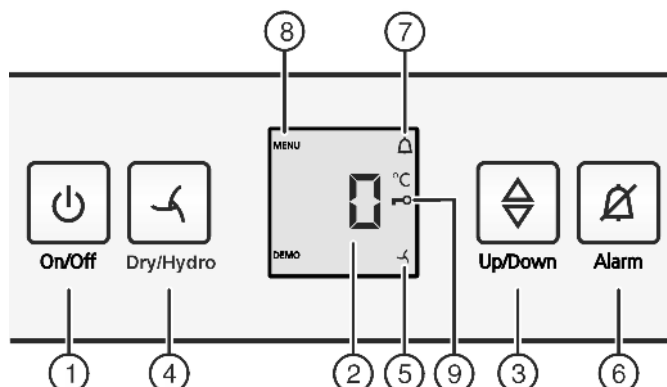

Fig. 2
- ▶ Taste On/Off Fig. 2 (1) drücken.
- ▶ Einstellmodus aktivieren: Taste Dry/Hydro Fig. 2 (4) ca. 6 s drücken.
- ▷ Das Symbol Menu Fig. 2 (8) leuchtet.
- ▶ Die Taste Dry/Hydro Fig. 2 (4) kurz drücken, um zu bestätigen.
- ▶ Zum Einschalten der Kindersicherung Taste Dry/Hydro Fig. 2 (4) kurz drücken.
- ▷ Das Symbol Kindersicherung Fig. 2 (9) leuchtet. In der Anzeige blinkt **e**.
- ▶ Zum Ausschalten der Kindersicherung Taste Dry/Hydro Fig. 2 (4) kurz drücken.
- ▷ Das Symbol Kindersicherung Fig. 2 (9) erlischt. In der Anzeige blinkt **e**.
- ▶ Einstellmodus deaktivieren: Taste On/Off Fig. 2 (1) drücken.
- ▶ Taste Alarm Fig. 2 (6) drücken.